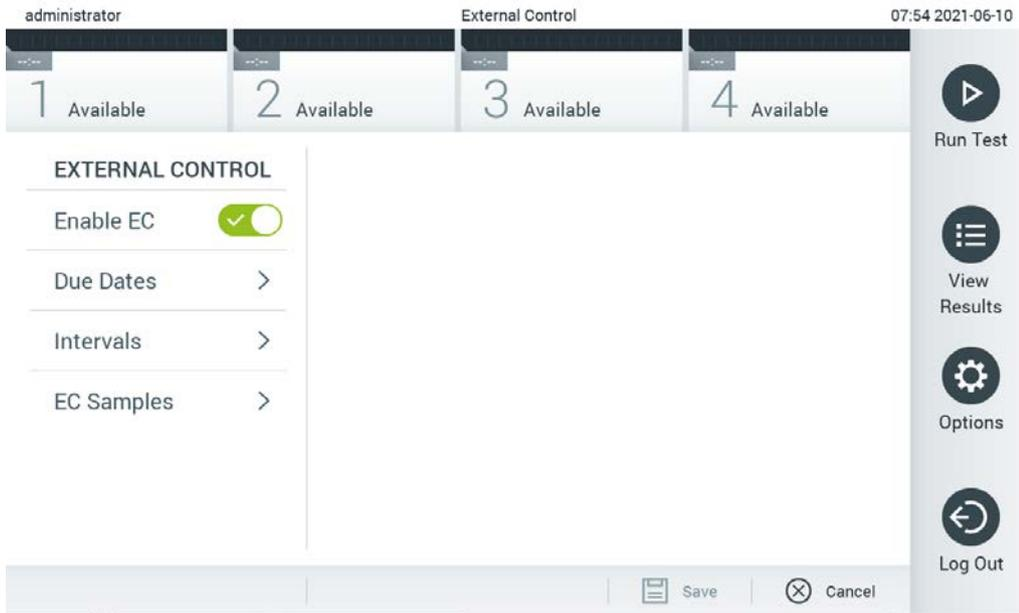

Figure 50. L'écran de contrôle externe.
2. Appuyez sur le bouton à bascule **Enable EC** (Activer Ec) pour activer la fonction (figure 50).